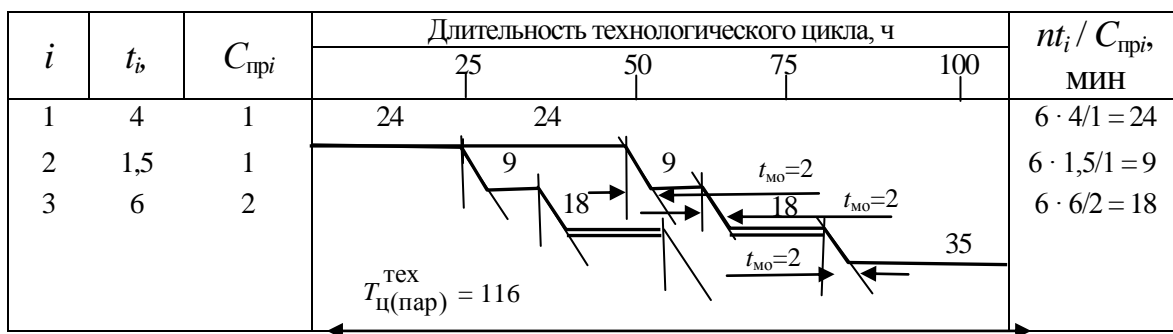

Рис. 2. График длительности производственного цикла при параллельном движении предметов труда
6. Построение графика длительности производственного цикла при параллельном движении предметов труда приведено на рис. 2.